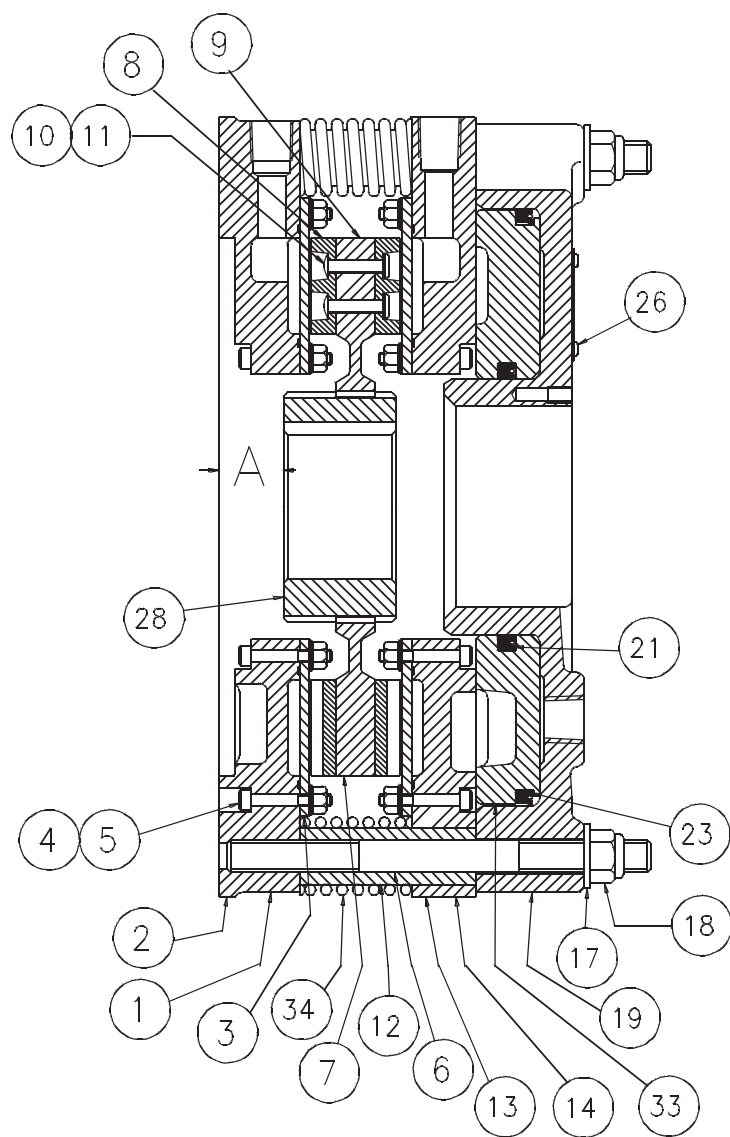
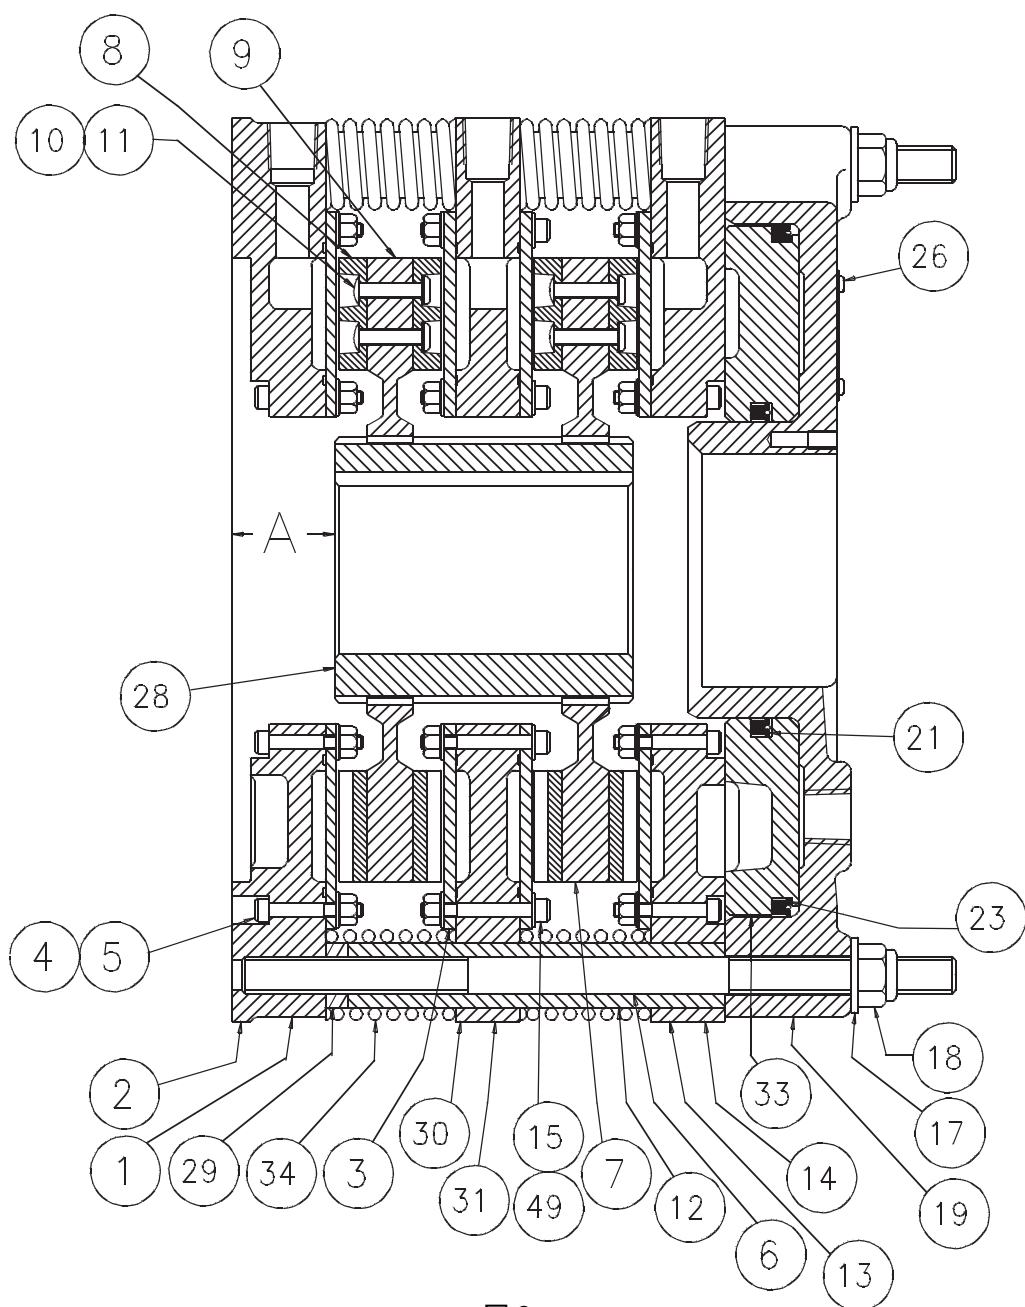

图 1
图 3
8 和 14 型 WCB 的零件名称 (图 1 和图 3)
1.4.1 参见图 1, 导入压缩空气, 压紧盘组件 (13) 移动并压紧动摩擦盘 (8)。扭矩从螺栓 (6) 传递到安装法兰 (2)。复位弹簧 (34) 协助活塞和压紧盘的脱开和回位。所产生的大量热量通过铜合金静摩擦盘 (3) 后面的特殊型腔的冷却水流散发。